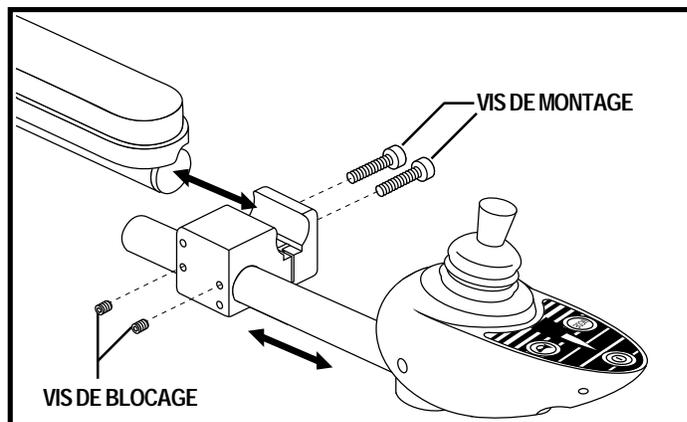

Figure 21. Réglage de la position du contrôleur (Siège spécialisé)
5. Desserrez les vis sur le bloc de montage du contrôleur. Voir la figure 21.